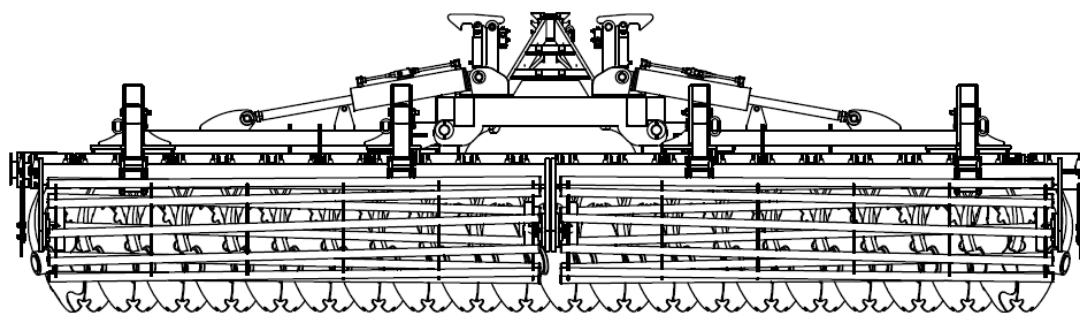

Figure 19 Vue de la machine à la fin de la séquence d'ouverture des ailes. Les bras de la machine sont entièrement ouverts.
6) Après avoir terminé la séquence d'ouverture, vérifier le nivellement de la machine (fig. 19).